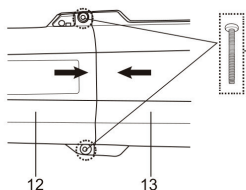

Fig. 1
1. Alinee el tubo inferior (12) con el tubo superior (13) e insértelo completamente hasta el tope. Fije la conexión con el tornillo (18b). (Ver Fig. 1)